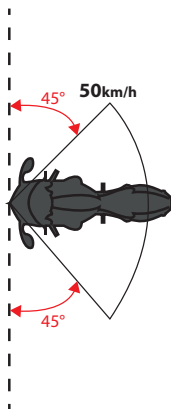

Abbildung 3
### Im Straßenmodus: Schutzhülle für Unfälle, bei denen ein Motorrad auf ein Fahrzeug oder ein Hindernis prallt (Abbildung 3):
**WICHTIG!** Abbildung 3 skizziert die Schutzhülle, in der sich das Tech-Air® 5-System aufblasen wird, bevor der Körper des Benutzers Kontakt mit einem Hindernis bekommt. Bei Geschwindigkeiten über 25 km/h entfaltet sich das System unabhängig vom Aufprallwinkel, aber außerhalb der Schutzhülle wird das System möglicherweise nicht vollständig aufgeblasen, bevor das Hindernis mit dem Benutzer in Kontakt kommt.